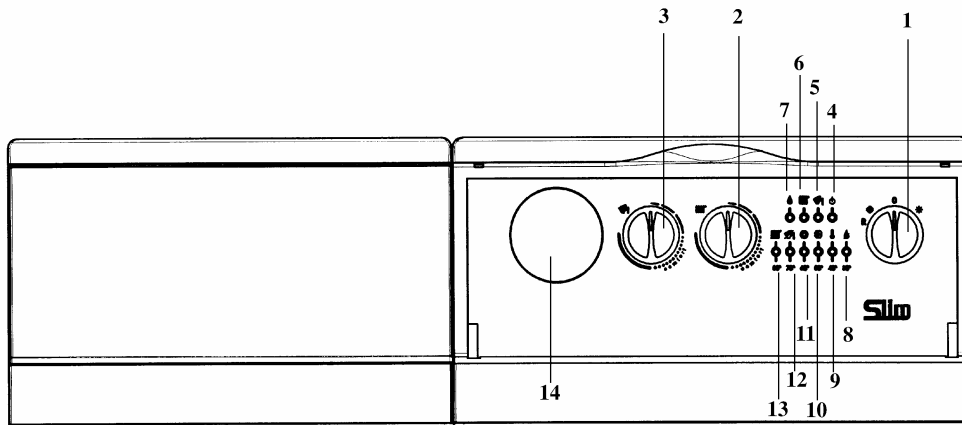

Рис. 1: Панель управління котла
- встановити перемикач режимів «літо -зима» (Рис. 1, позиція 1) у потрібний режим;
- встановити регулятор температури води в системі опалювання (рис.1, позиція 2) на потрібне значення;
- встановити регулятор температури води в бойлері (рис.1, позиція 3) на потрібне значення;
Для більш економної та простої роботи котла рекомендується встановити регулятор в положення «COMFORT». Якщо перемикач режимів «літо-зима» встановлений в положення «зима», то при досягненні заданої температури води у бойлері котел автоматично перемикається на роботу в системі опалювання (пріоритет ГВП). Режим роботи в системі ГВП може бути виключений шляхом установки регулятора температури води в бойлері (рис.1 позиція 3) на мінімальне значення, необхідне для захисту бойлера від замерзання.
Якщо перемикач режимів «літо-зима» встановлений в положення «зима», то при досягненні заданої температури води в бойлері котел автоматично перемикається на роботу в системі опалювання (пріоритет ГВП). Режим роботи в системі ГВП можна виключити, встановивши ручку (рис.1, позиція 3) в положення мінімуму, що відповідає роботі бойлера в режимі «антизаморожування».
Важлива інформація: при перемикачі режимів «літо - зима» (Рис. 1, позиція 1), встановленому в положенні «зима» ❄, перед кожним черговим включенням котла по сигналу регулятора системи опалювання встановлена затримка на декілька хвилин (для того, щоб уникнути частих включень/виключень). Для того, щоб пальник включився відразу, переведіть перемикач в положення (0), а потім знову встановіть режим «зима».
- встановити перемикач режимів літо-зима (рис.1, позиція 1), в положення “літо”;
- встановити регулятор температури води в бойлері (рис.1, позиція 3) на потрібне значення.
Увага! При першому включенні всередині труби подачі газу можуть утворитися повітряні пробки. У таких випадках пальник не включатиметься і відбудеться блокування котла по газу (спалахує червона лампочка блокування котла - Рис. 1, позиція 8). При виникненні даної проблеми повторіть процес включення котла до надходження газу в пальник, короткочасно встановивши перед включенням перемикач режимів (Рис. 1, позиція 1) в положення **R** (скидання).
Даний пристрій може бути забезпечений кімнатним термостатом для контролю температури опалювального приміщення. В цьому випадку регулятор температури води в системі опалювання (рис.1, поз. 2) встановлюється в максимальне положення, а сигнали на включення і виключення котла поступають від кімнатного термостата.
За відсутності кімнатного термостата температура приміщення регулюється непрямым чином за допомогою регулятора температури води в системі опалювання (рис.1, поз. 2); за таких умов насос системи опалювання працює постійно. Для збільшення температури повернути регулятор за годинниковою стрілкою, для зменшення - проти годинникової стрілки.
- Встановити перемикач режимів (Рис. 1, поз. 1) в положення «літо» ☀. В цьому випадку котел працюватиме тільки на контур ГВП.
- Встановити перемикач режимів (Рис. 1, поз. 1) в положення (0), прослідкувавши, щоб лампочка-індикатор (Рис. 1, позиція 2) згасла; таким чином припиняється подача електрики на котел.
Регулятор температури води в бойлері (Рис. 1, поз. 3) може використовуватися тільки за наявності накопичувального бойлера. В цьому випадку можливо відрегулювати температуру води контуру ГВП, встановивши регулятор на потрібне значення.
Пріоритет ГВП можна відключити встановивши регулятор (Рис. 1, поз. 3) на мінімальне значення відповідно до функції захисту від замерзання води в бойлері.
- перемикач режимів (рис.1, позиція 1) не встановлений в положення (0);
Якщо Ви не хочете нагрівати воду в бойлері, переведіть регулятор температури гарячої води (рис.1, позиція 3) на мінімальне значення (0); електронна система управління простежить за тим, щоб температура не опускалася нижче 5°C.